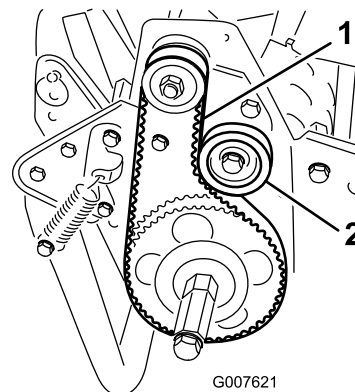

Figura 39
2. Controllate la tensione premendo la cinghia al centro tra le pulegge (Figura 39) con una forza di 18–22 N.
- A. Allentate il dado di fissaggio della puleggia tendicinghia e ruotate la puleggia in senso orario verso il retro della cinghia, fino a ottenere la tensione desiderata (Figura 39).